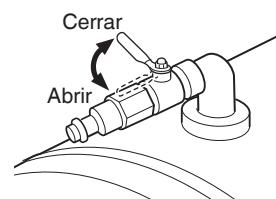

Fig. 6
- (1) Cierre la llave de aire. (Fig. 6)
- (2) Conecte el compresor conectando la manguera de aire al acoplador macho de llenado de aire del tanque.
- (3) Conecte a la aplicación conectando la manguera de aire a los acopladore rápidos del tanque.
- (4) Abra la llave de aire lentamente.